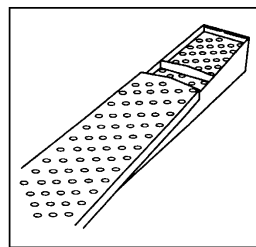

Figure 5
5. Insérer la plaque perforée en plaçant le décrochement sous la lèvre du logement du doigt et en posant la plaque au ras du rebord latéral du logement. (Voir Figure 5.)
6. Installer le couvercle en le glissant sur la petite extrémité. (Voir Figure 5.)